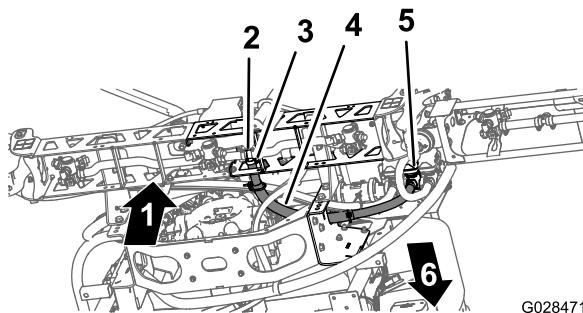

Figure 34
1. Acheminez le flexible de la section de rampe centrale comme montré à la Figure 34.
2. Branchez le flexible de section de rampe au raccord en T cannelé de la section centrale et fixez-le avec un collier (Figure 34).